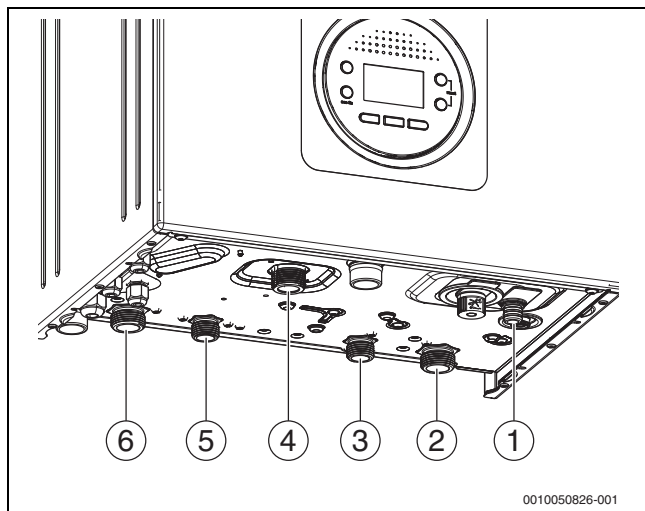

Fig. 20 Conexiones de las tomas de agua y de gas (Accesorios)
- Abrir la llave de agua fría (→ fig. 20) y abrir un grifo de agua caliente hasta que salga agua.
- Abrir las llaves de impulsión y de retorno de la calefacción (→ fig. 20).
- Llenar la instalación de calefacción a 1,5 bar en el dispositivo de llenado (→ fig. 20) y cerrar nuevamente el dispositivo de llenado.